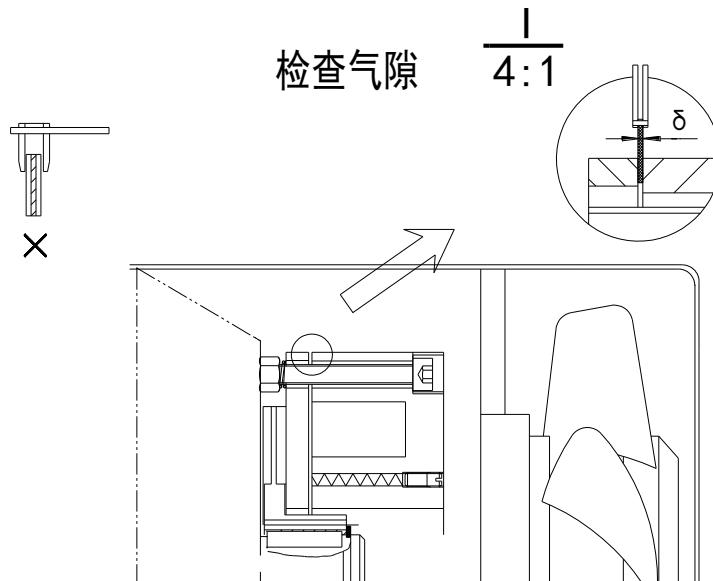

图 9.3-10 调整气隙
- (1) 每 450 小时或每三个月需保养一次；
- (2) 调整气隙：电磁制动三相异步电动机电磁制动器的标准工作气隙  $\delta$  为 0.6mm，见图 9.3-10。